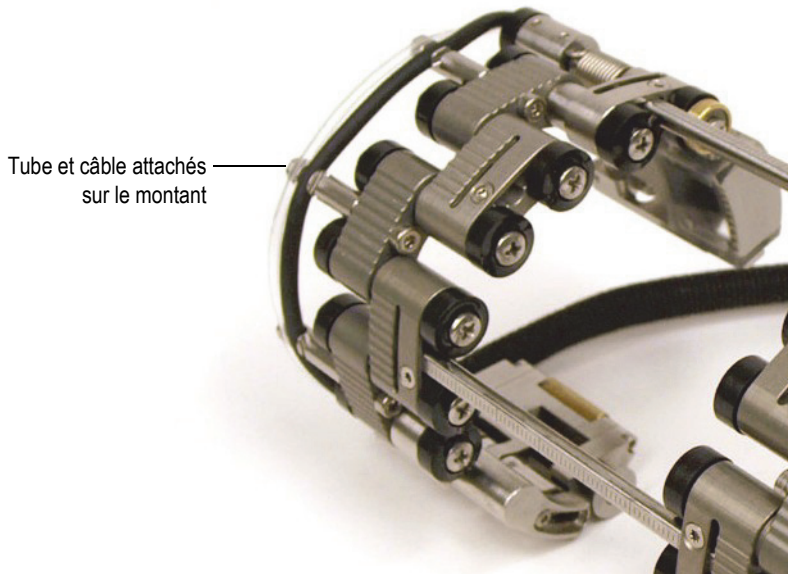

Figure 2-6 Tube et câble attachés sur le montant
3. Sur le scanner, attachez les câbles et le tube sur le support de câbles (voir la Figure 2-6 à la page 39).